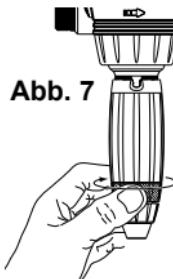

Abb. 7
- Den Blockierring losschrauben (**Abb. 7**).